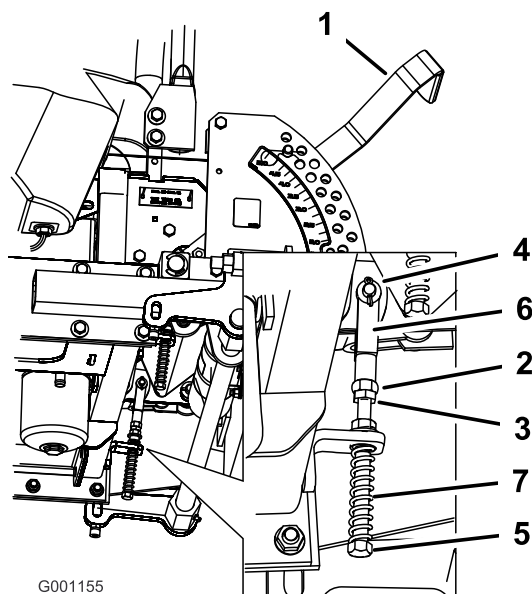

Bild 71
8. Sollte eine Einstellung erforderlich sein, lockern Sie die Mutter und die Klemmmutter gegen das Joch (Bild 71).
9. Drücken Sie den Fahrtriebshebel leicht nach hinten, drehen Sie den Kopf der Einstellschraube in die entsprechende Richtung, bis der Schalthebel in der arretierten Neutral-Stellung zentriert ist (Bild 71).
10. Ziehen Sie die Mutter und die Klemmmutter an (Bild 71).